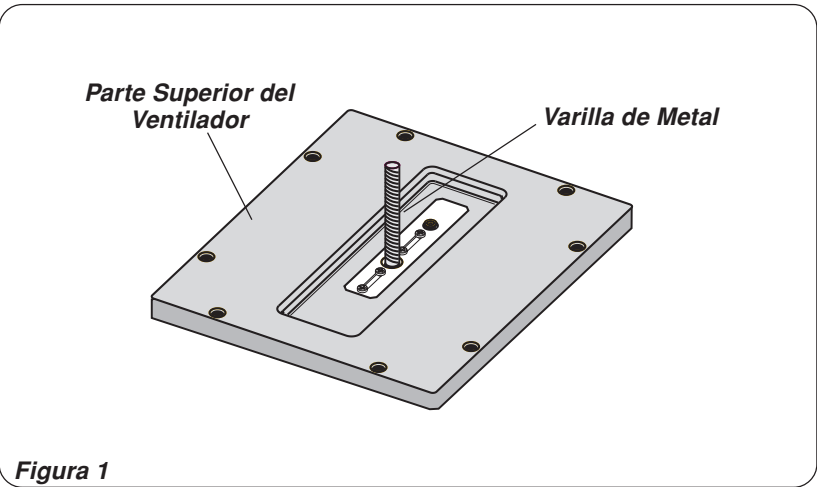

Figura 1
3. Introduzca manualmente la **Varilla de Metal** en el orificio ubicado en la parte superior del ventilador. La varilla de metal habrá quedado firmemente asegurada en su lugar cuando usted ya no pueda seguir atornillándola. (Figura 1)